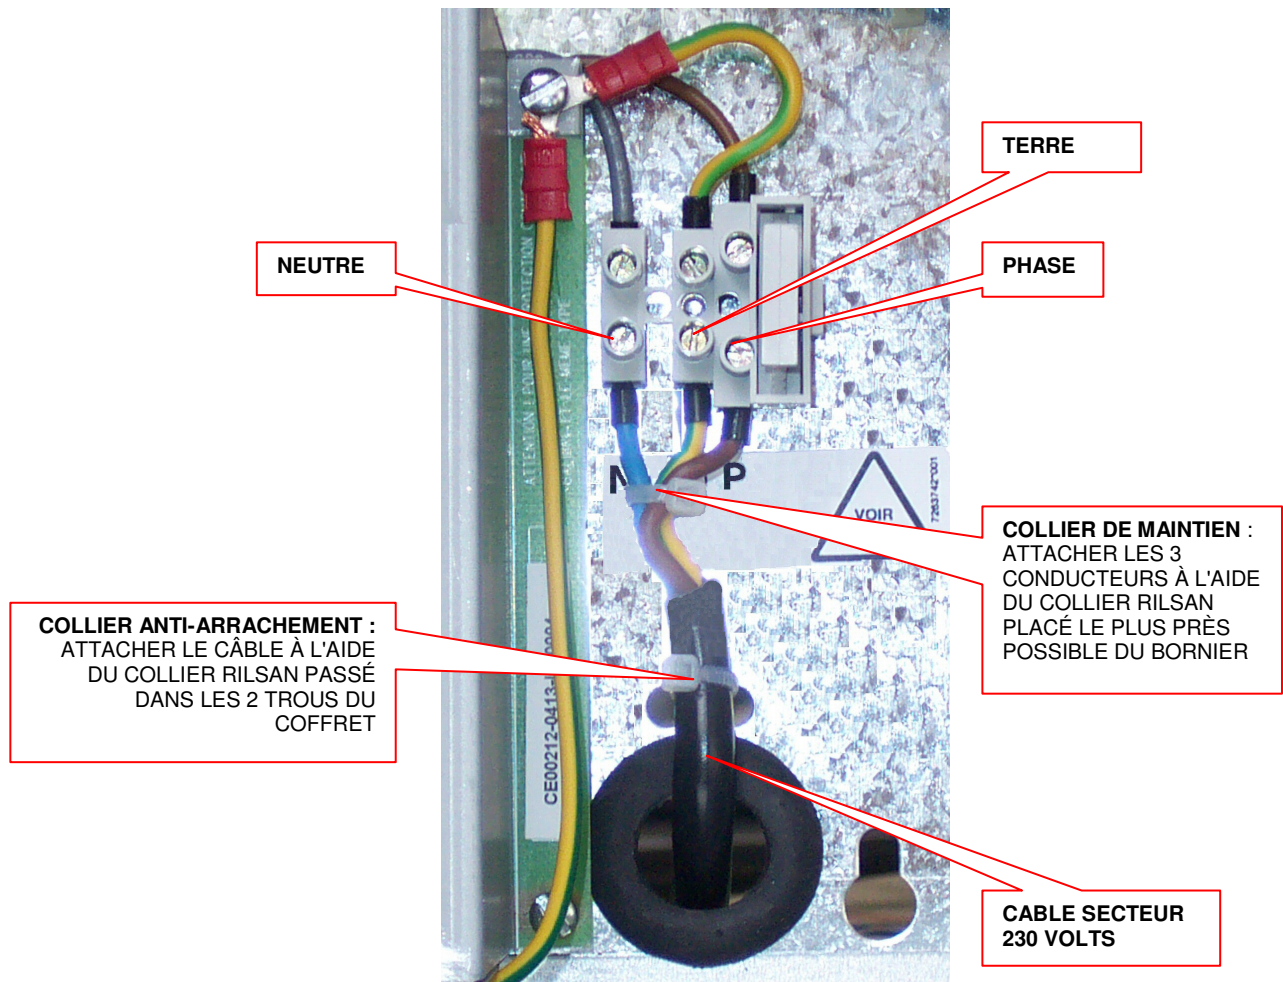

Figure 6 : raccordement du secteur
3. Raccorder le câble secteur sur le bornier (voir Figure 6) :